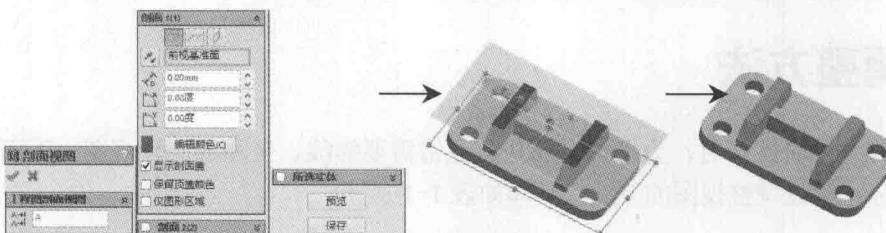

图 1-7 创建剖视图的操作
- “剖视图”按钮 单击该按钮后，将在“属性管理器”中显示“剖面视图”的属性设置操作界面，通过选择“剖面”，并输入不同的参数，单击“确定”按钮 ，可创建模型的剖视图，如图 1-7 所示。